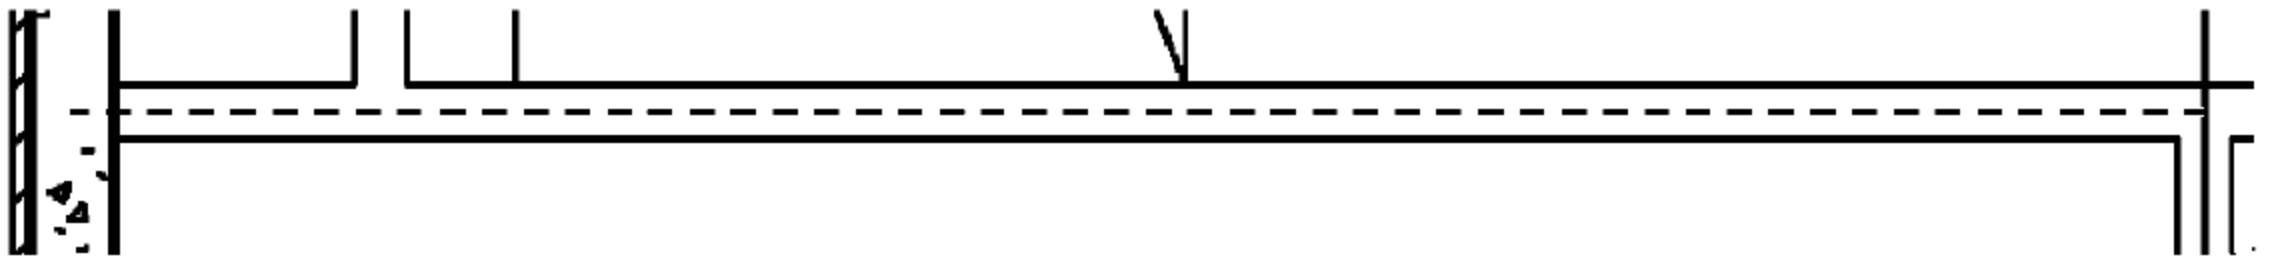

图 9.1.36 绘制辅助线
(9) 绘制辅助线。在绘图界面中，首先按快捷键 R+P，在导入的 CAD 底图中 200mm 内墙的中心处画出一条辅助线，如图 9.1.36 所示。